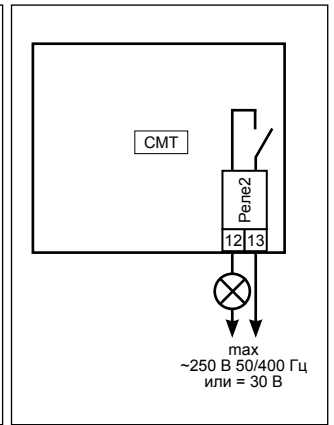

Рисунок 7. Счётчик моточасов - таймер CMT. Подключение сигнала об окончании рабочего цикла.
6.7 Если необходимо световое или звуковое оповещение об окончании рабочего цикла (межсервисного интервала), подключите один провод кабеля сигнального устройства в разрыв к контактам Реле2 (Рисунок 7).